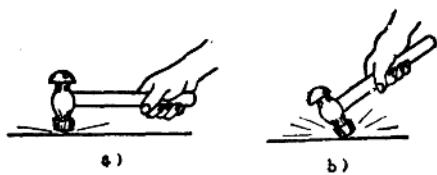

图2-7 锤子的使用
(1) 使用方法：在使用锤子时，手要紧握锤柄后端（锤柄尾端露出15~30mm为宜），拇指压在食指上，虎口对准锤头，握时要松紧适度，这样使用时才能灵活有力。击锤时要靠手腕的运动，眼睛要注视着工作物，锤头面和工作面平行，这样才能使锤面平整地打在工件上，如图2-7 a 所示。
3) 击锤时，不要将锤面与工作面倾斜，如图2-7 b 所示。